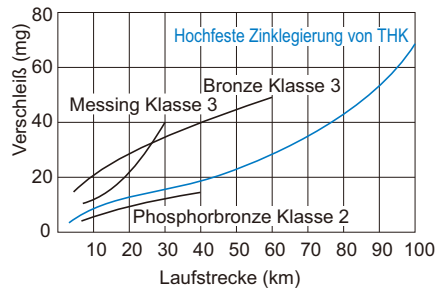

Abb. 1 Verschleißfestigkeit der hochfesten Zinklegierung
Bei einem Gleitlager dient der pV-Wert, der das Produkt aus Flächenpressung (p) und Gleitgeschwindigkeit (V) ist, als Maßstab zur Auswahl des geeigneten Typs. Nehmen Sie den angegebenen pV-Wert in Abb. 1 als Richtwert zur Auswahl der Keilwellenmutter. Der pV-Wert variiert je nach Schmierbedingungen.
Abb. 1 pV-Wert